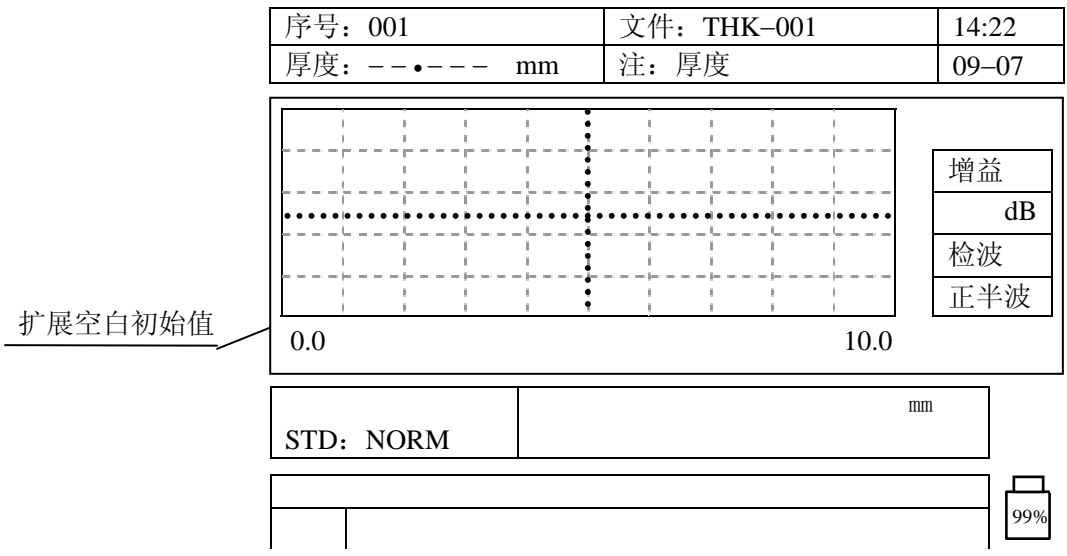

图 6.10 启动扩展空白功能
- a) 在测量模式下按一下  再按  , 显示如图 6.10: